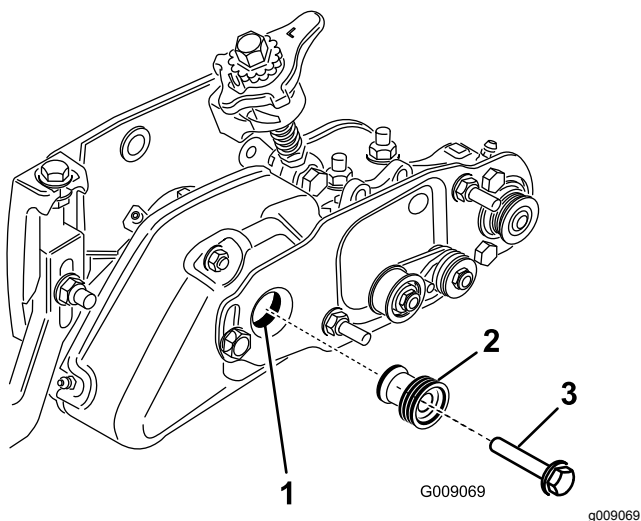

Figura 31
20. Retire o parafuso que fixa a polia do rastelo ao eixo da transmissão (Figura 31).
21. Introduza a polia da transmissão da escova na polia da transmissão do rastelo e no eixo da transmissão (Figura 31). Certifique-se de que as patilhas da polia estão posicionadas na ranhura do eixo da transmissão.
22. Prenda a polia ao eixo da transmissão com um parafuso de cabeça flangeada (3/8 pol. x 2 pol.) (Figura 31). Aperte o parafuso com uma força de 47 a 54 N·m.